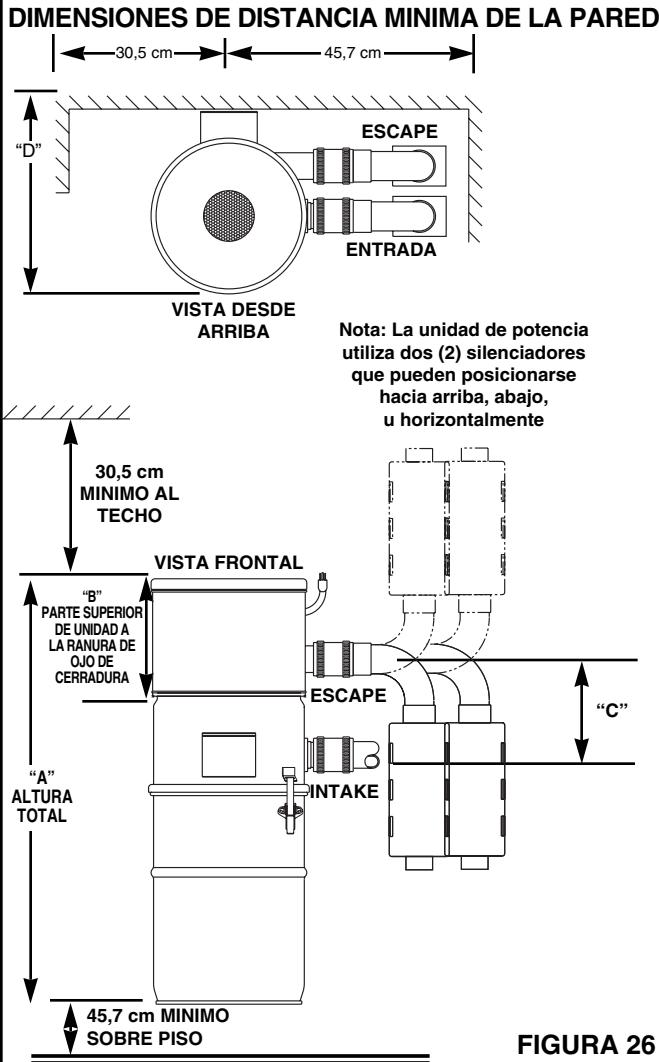

FIGURA 26
**MONTAJE** Véase la Figura 26. Véase también la página 3.